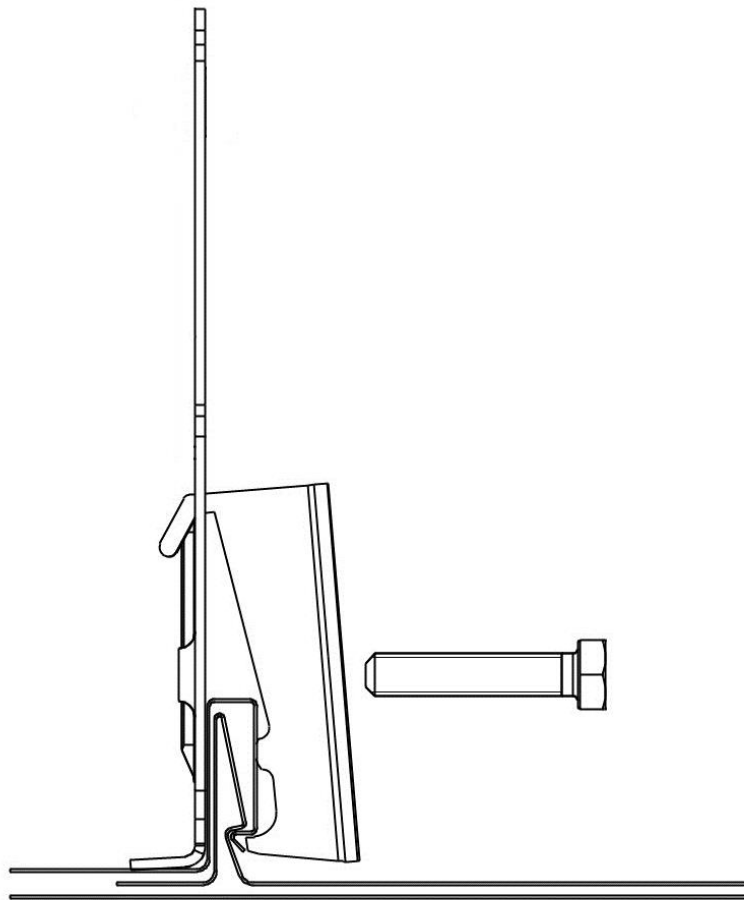

Bild 2
De U-formade motjärnen (SK) ställs däremot på sidan för den vända sömmen (bild 2). Se till att "vårtorna" på motjärnen hamnar på samma ställen som på bilden. Motjärnen står i rätt riktning när markeringshållet pekar uppåt. Det blir tre stycken motjärn på ett stöd så, att två av dem monteras på taknockssidan och en på samma sida med takfoten.